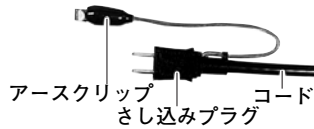

図 1
- (3) アップカバー側面の注油口に少量のスピンドル油あるいはマシン油を注入してください。(図1参照)
- (4) テールカバーをはずし、モーター軸後端のドライバー溝(図1参照)を利用してポンチを上下させ、滑らかに動くかどうか確認してください。